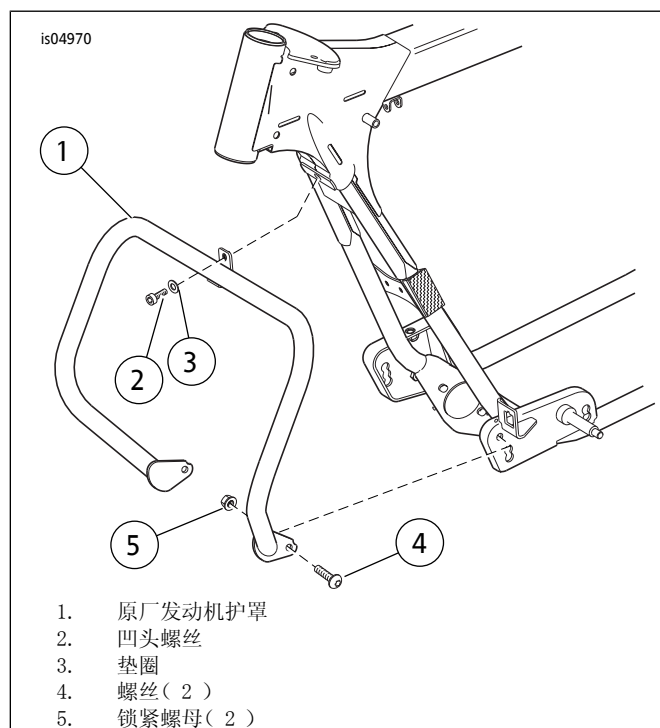

图3。安装发动机护罩
1. 参见图3。拆下将原厂发动机护罩(1)底部固定至摩托车车架的两个螺丝(4)和锁紧螺母(5)并丢弃。